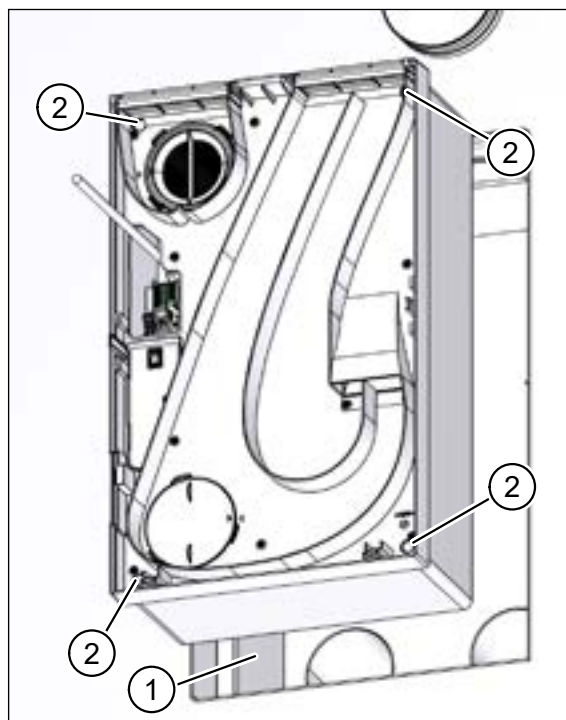

Рис. 44: закрепить вентиляционную установку – внутрстенный монтаж U2
- ▶ Осторожно вставьте вентблок до упора в монтажную коробку (поз. 1 на рис. 44).
- ▶ Закрепите установку четырьмя винтами (поз. 2 на рис. 44). При этом слегка затяните винты крест-накрест.